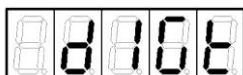

Рисунок 24
2. Кнопкой  или  установить на индикаторе слово "dIGt" (рисунок 24).